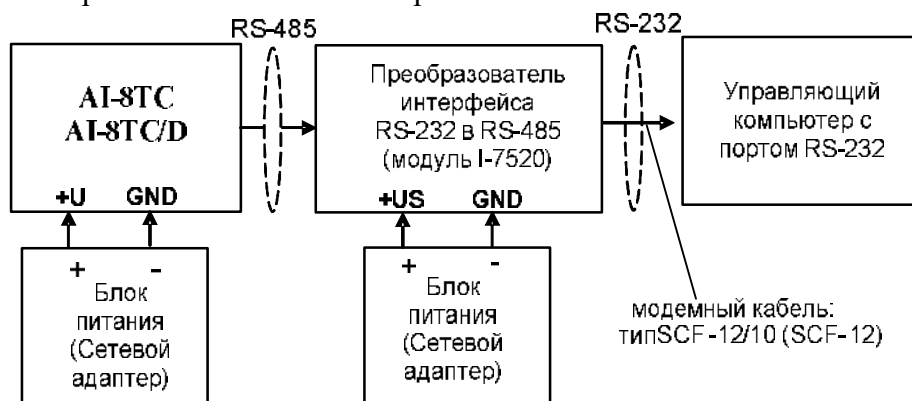

Рисунок 6.1 – Схема подключения модуля для работы
- подготовить рабочее место по схеме рис.6.1.